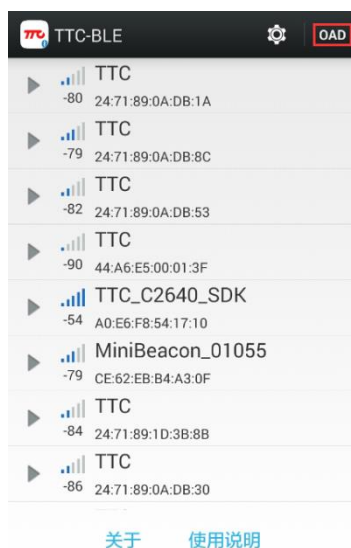

图 3-2-7 OAD 模式
- (3) 开启 APP，点击 OAD，进入 OAD 模式，如图 3-2-7；